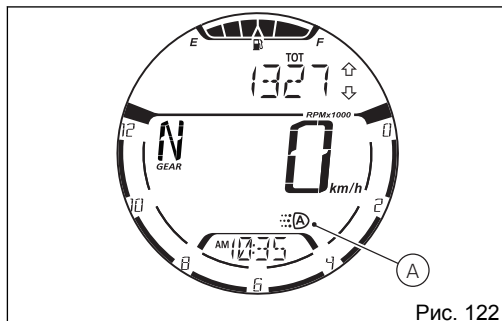

Рис. 122
Дневные ходовые огни DRL можно выключить при помощи кнопки (5) на левом переключателе, устанавливая режим MANUAL. Если снова нажать на кнопку (5), огни DRL будут переведены в режим AUTO и будут включаться. Когда огни DRL установлены на AUTO, на дисплее отображается символ (A, Рис. 122)
Если дневные ходовые огни DRL работают в этом режиме, то при запуске двигателя, огни DRL выключаются автоматически, и включается фара ближнего света, если приборная панель определяет слабое уличное освещение (NIGHT). Если же для приборной панели освещение хорошее (DAY), дневные ходовые огни DRL остаются включенными, а фара ближнего света выключается: в этом режиме приборная панель автоматически переходит из режима огней DRL к режиму фары ближнего света, и наоборот, в зависимости от состояния уличного освещения. На дисплее отображается символ (A, Рис. 122).